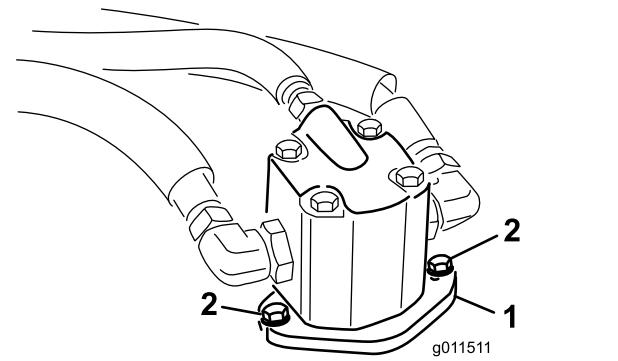

**Рисунок 113**
При правильном натяжении внутренняя длина пружины растяжения (между зацепами) должна быть приблизительно 8,3–9,5 см. После того, как будет достигнуто правильное натяжение пружины растяжения, отрегулируйте упорный болт (каретный болт) так, чтобы между головкой болта и рычагом натяжного ролика оставался зазор 2–5 мм. (Рисунок 113).
**Примечание:** Убедитесь, что ремень расположен на направляющей ремня со стороны пружины (Рисунок 113).
2. Ослабьте рым-болт, чтобы можно было снять пружину растяжения (Рисунок 113).
3. Ослабьте фланцевую гайку, которая крепит упорный болт к монтажному выступу, и отодвиньте натяжной ролик от ремня, чтобы ослабить натяжение ремня (Рисунок 113).
9. Подсоедините пружину растяжения (Рисунок 113) к рым-болту и натяните ремень следующим образом: